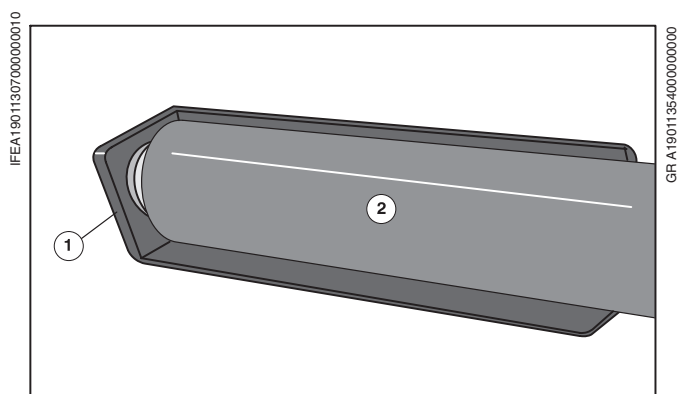

Рис. 70 Установка шарикоподшипника
Для установки шарикоподшипника поставляется специальный инструмент (угольник с приваренной опорной пластиной, Рис. 70/①).
- ① Установите шарикоподшипник на цапфы валика.
- ② Приложите угольник (Рис. 70/①) к резиновому валику (Рис. 70/②).
- ③ Легкими постукиваниями (резиновым или деревянным молотком) по опорной пластине насаживайте шарикоподшипник на шпиндель. При этом следите за тем, чтобы угольник плотно и по всей плоскости прилегал к резиновому валику.